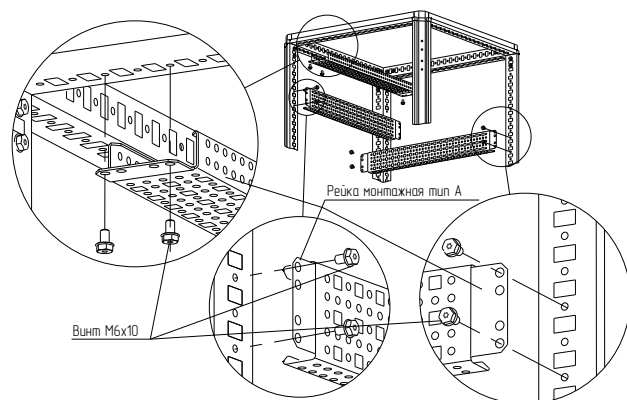

Рисунок 14
4.6.1.2 Приложить рейку монтажную тип А к стойкам каркаса на нужной высоте или к профилям крыши и закрепить винтами с самонарезающей резьбой М6×10 (рисунок 14). Момент затяжки – 7 Н·м.